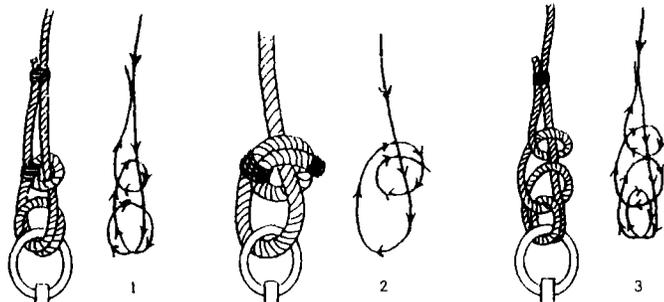

图 5 锚缆的绑系方法
如图 5(1)。
b. 将锚缆穿过锚环后围绕锚缆自身两周,然后用细绳绑扎锚缆绕圈处,如图 5(2),这种方法适用于小帆船及锚较小的船艇。
c. 第三种方法是将锚缆两次穿过锚环、绕两圈,然后围绕锚缆转一周穿过锚环上面先绕的锚缆环,再重复绕锚缆自身一圈,最后将锚缆端头与锚缆并排用细绳绑牢扎紧,如图 5(3)。